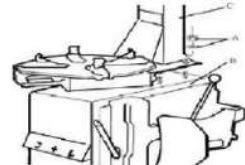

Fig 3
3. Dévissez l'écrou A du corps de la machine B comme indiqué sur la Fig. 3.